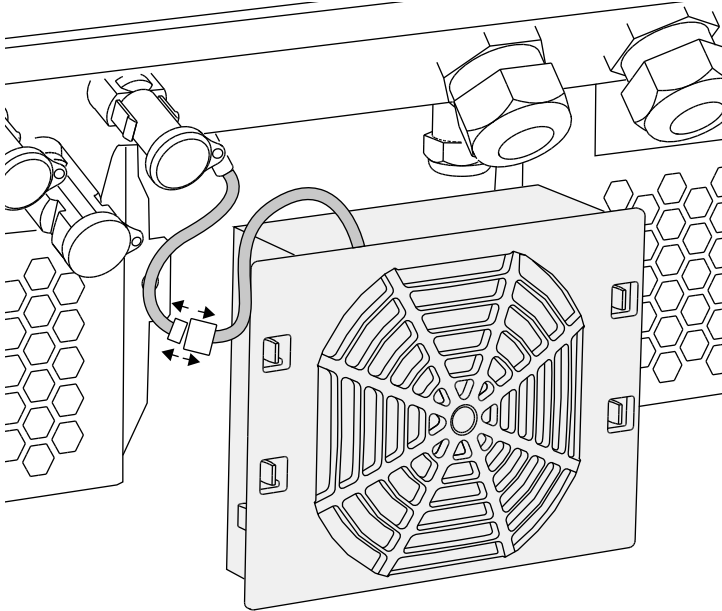

Abb. 72: Lüfterkabel abziehen
4. Lüftereinheit aus dem Gehäuse vollständig herausziehen. Dazu Steckverbindung des Lüfterkabels trennen. ↗ Abb. 72